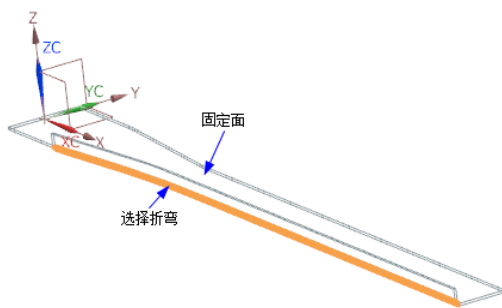

图 10-44 选择固定面和折弯
(2) 在视图中选择突出块上表面为固定面，选择如图 10-44 所示的折弯。